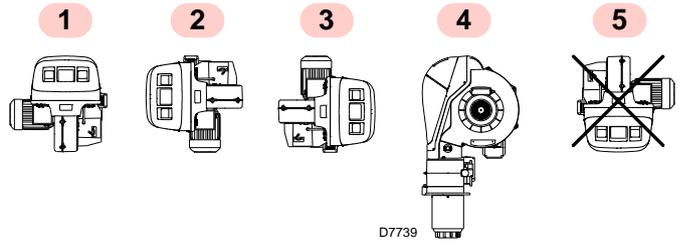

图 10
- ▶ 燃烧器被设计为只能在 1, 2, 3 和 4 位置运行 (图 10)。